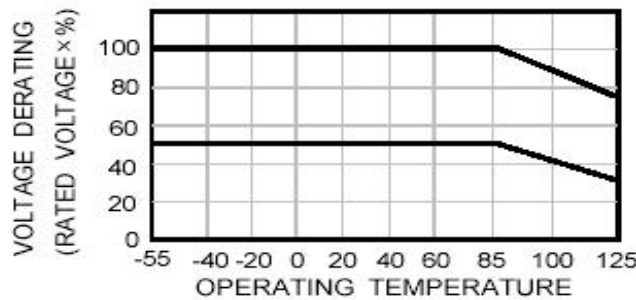

Fig. 3
8.2 若使用温度超过 85℃，请使用图 3 所推荐的 30%或 50%以下的降额电压。
If using over 85℃ apply the derated voltage under 50% or 30% of the Figure 3.